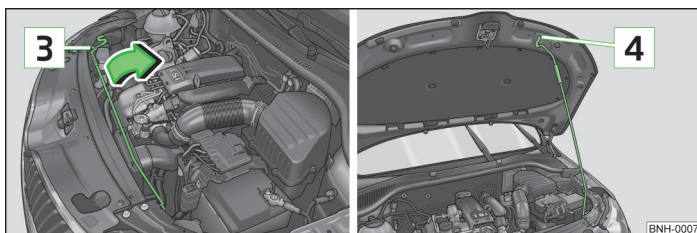

Fig. 97 Asegurar el capó
- Retirar la varilla de apoyo desde la fijación en el sentido de la flecha » fig. 97 y asegurar el capó abierto colocando el extremo de la varilla en el orificio .